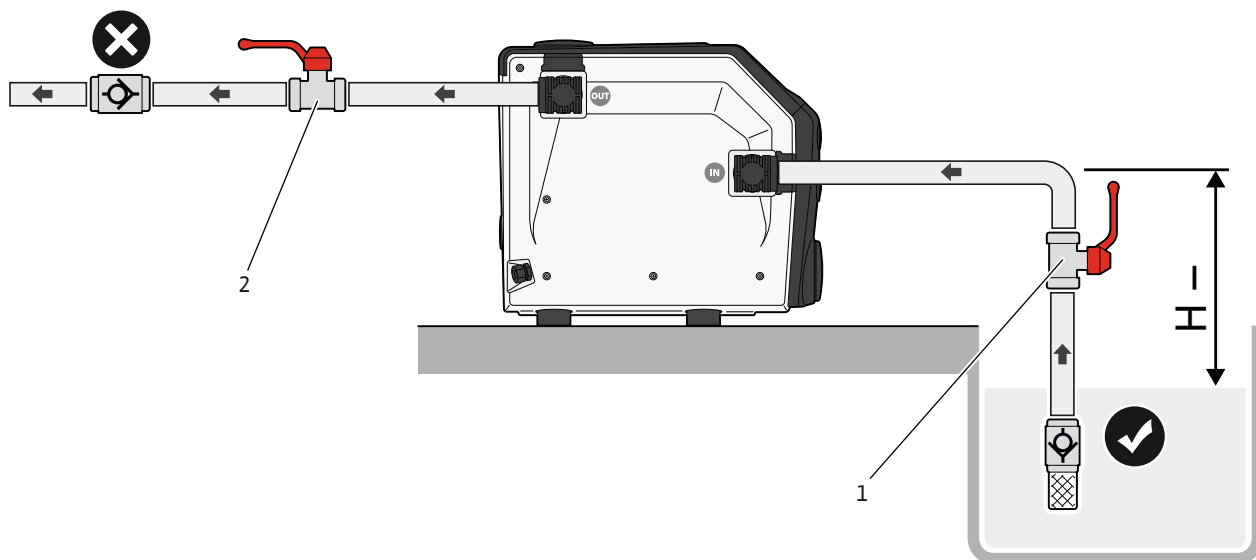

Fig. 7: Sugemodus
1. Lukk stengeventilen (Fig. 7 – Pos. 1, 2) på suge- og trykksiden.